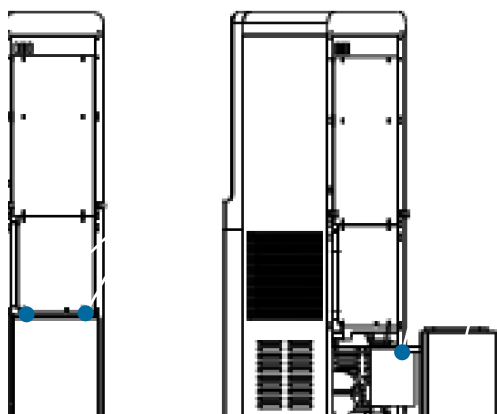

图 13 · 彻底排空水箱并装回盖帽
7. 取下塑料盖和橡胶塞，将水箱完全排空。流出的水可以饮用；若不饮用，请妥善处理（图 13）。